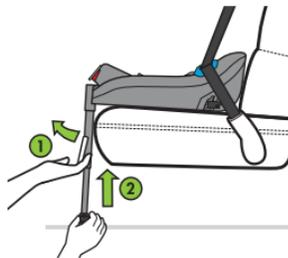

Figure 69
Ajustez le piètement de charge à la position la plus courte en tirant et en maintenant le bas de la poignée de réglage du piètement de charge (1) tout en poussant vers le haut sous le piètement de charge (2), comme indiqué à la **Figure 69**.